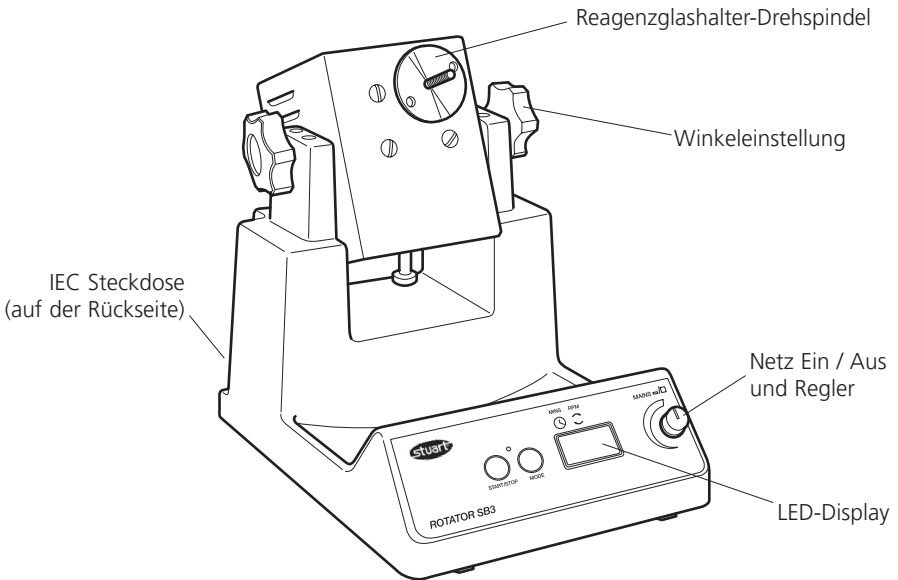

Abbildung 2: Rotator, einstellbare Drehzahl
Para guardar una velocidad frecuentemente utilizada, encienda la unidad pulsando el pomo de control (véase la fig. 2) y seleccione un valor de velocidad (2 a 40 rpm) y un valor de tiempo (1 minuto hasta 9999, 1 segundo hasta 90 minutos o 1 minuto hasta 9 horas o continuo - - -) siguiendo las instrucciones indicadas anteriormente. Luego apague la unidad pulsado
Schalten Sie das Gerät durch Drücken des Reglers auf ON (siehe Abb. 2). Die aktuelle voreingestellte Rotationsgeschwindigkeit wird auf dem roten Display angezeigt (der rote Punkt im Display zeigt an, dass UPM gewählt ist). Die Geschwindigkeit kann durch Drehen des Reglers eingestellt werden. Nach dem Einstellen der gewünschten Drehzahl drücken Sie die Taste Start / Stop um die Rotation zu beginnen. Die Drehbewegung kann durch Drücken der gleichen Taste jederzeit wieder angehalten werden.
Um oft verwendete Drehzahl-/Zeitwerte zu speichern, wird das Gerät durch Drücken des Bedienknopfes (siehe Abb. 2) eingeschaltet (ON). Nun können Drehzahl (2 bis 40 UPM) und Zeit (entweder 1 bis 9999 Minuten, 1 Sekunde bis 90 Minuten bzw. 1 Minute bis 9 Stunden, oder Dauerbetrieb) nach obiger Anweisung gewählt werden. Schalten Sie anschließend das Gerät durch Drücken auf den Bedienknopf aus (OFF). Warten Sie 5 Sekunden und schalten Sie das Gerät durch Drücken des Bedienknopfes wieder